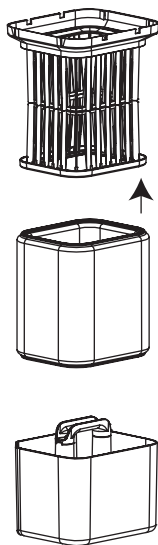

Рис. 9
3. Снимите сетку встроенного увлажнителя воздуха, промойте ее чистой водой (рис. 9).